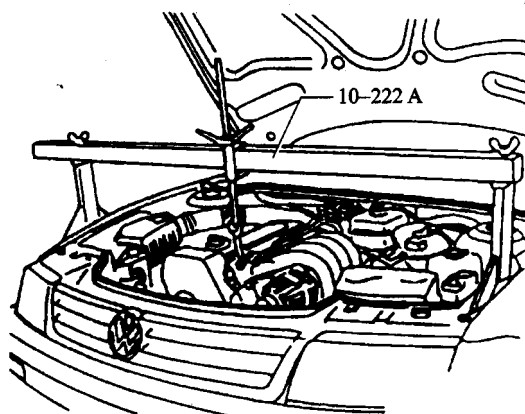

图 1-9 支承工具 10-222A
28) 使用变速器托架托住变速器的底部,或者将支承工具 10-222A 固定在车身两侧(图 1-9),使用变速器吊装工具 3147 吊住变速器。注意:必须按图中所示安装钩子,以保证发动机吊起时的平衡。